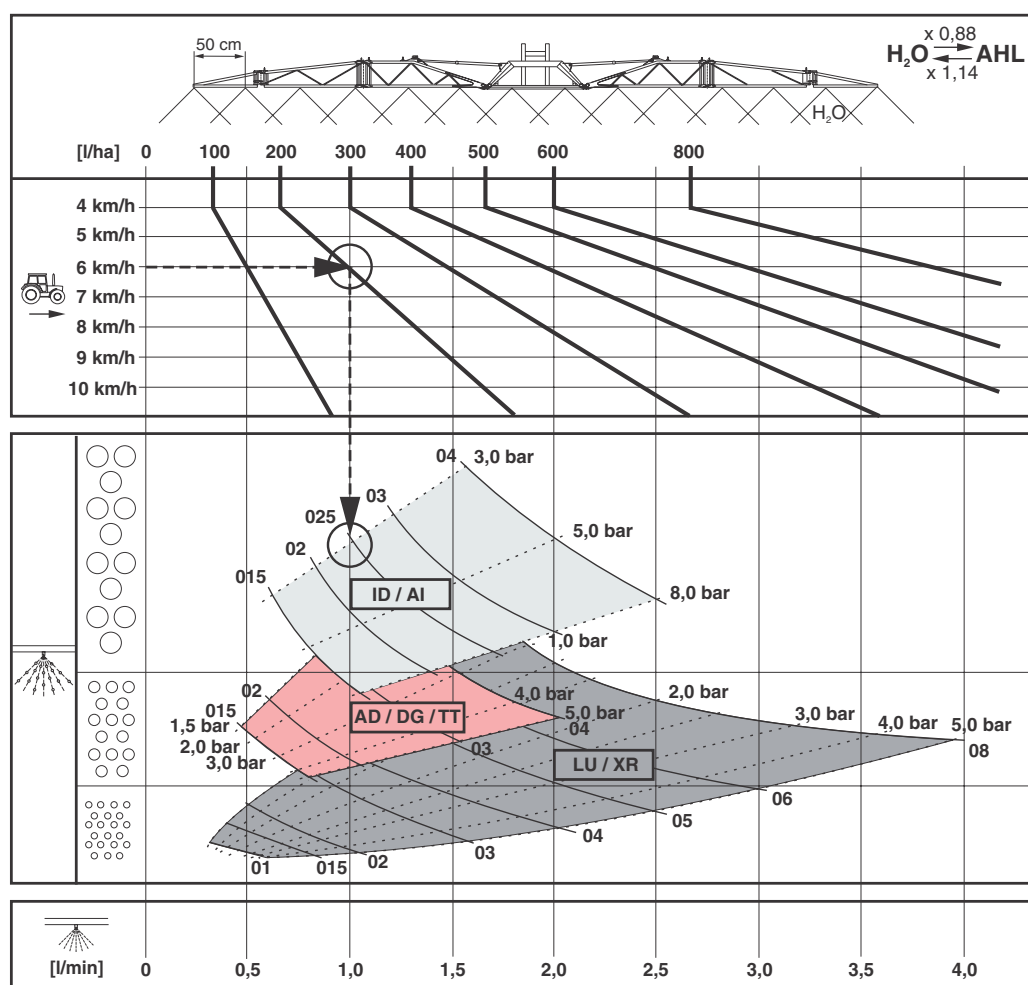

Fig. 12.1
1. Arbejdspunktet (fig. 12.1/1) til det nødvendige væskeforbrug [l/ha] i forhold til den ønskede fremkørselshastighed [km/h] vælges